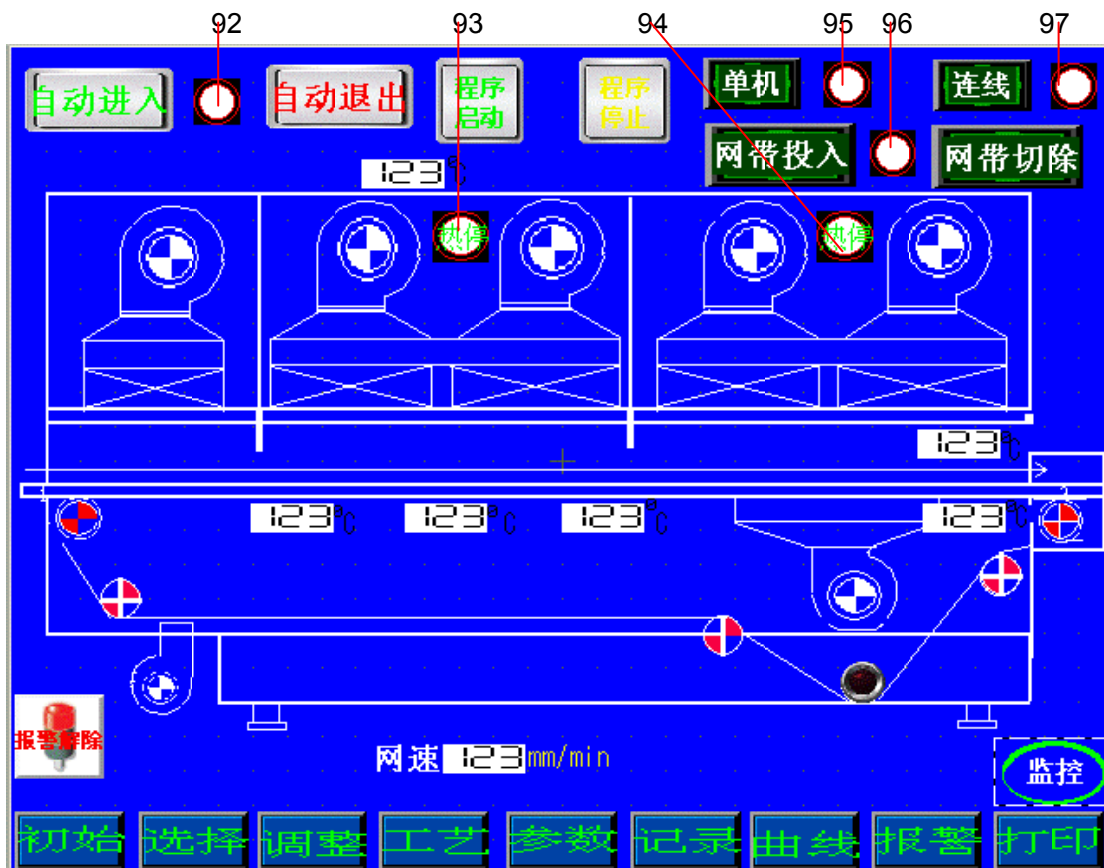

图 4-12 自动运行画面
* 分别触摸“初始画面”键、“操作画面”键、“工艺设置”键、“参数设置”键、“自动运行”键、“温度曲线”键、“温度记录”键和“报警记录”键，画面则切换到各相应的画面。如触摸“自动运行”键，画面则切换到“自动运行”画面（见图 4-12）。
（见图 4-12）